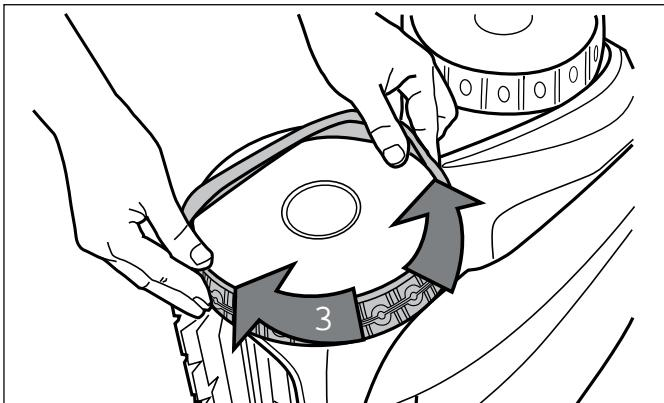

Figure 39. Étirer le pneu autour de la roue
- 5.□ Continuer à installer le pneu sur la roue et vérifier que la nervure du pneu est placée correctement dans la rainure de la roue (Figure 39).